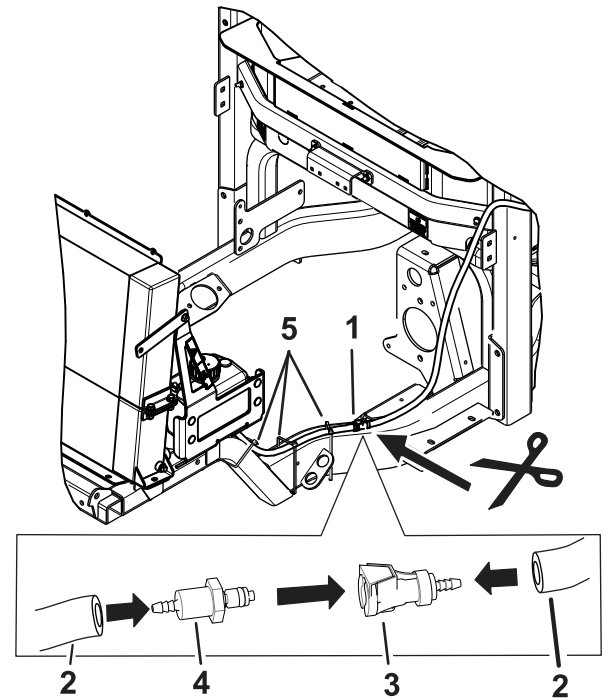

Figure 28
1. Acheminez les flexibles le long du cadre et vers le réservoir de liquide lave-glace (Figure 28).
6. Fixez le flexible avec des attaches en plastique (Figure 28).